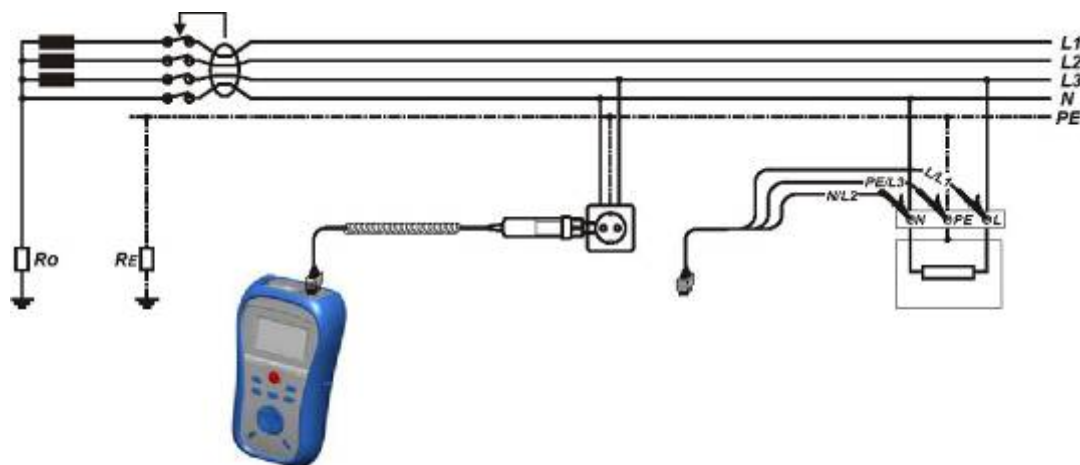

Рисунок 5.2: Подключение щупа командер и универсального тестового кабеля
- ❑ **Подключите** измерительные щупы к тестируемому устройству (см. рисунок 5.2).
<ul style="list-style-type: none"> □ Выберите функцию RCD при помощи переключателя функций. □ Выберите подфункцию AUTO. <ul style="list-style-type: none"> □ Установите тестовые параметры (при необходимости). □ Подключите тестовый кабель к верхней части прибора. □ Подключите измерительные щупы к тестируемому устройству (см. рисунок 5.2). □ Нажмите клавишу TEST для выполнения измерения. 	Начало проверки